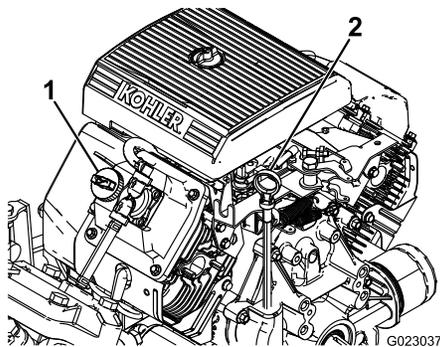

图42
2. 取出量油尺用干净的抹布擦拭 图42。将量油尺插入量油尺管道中并确保它完全插入。取出量油尺并检查油位。
3. 如果机油油位较低请从气门室盖 图42 上拆下加油颈盖从开口处注入机油直至油位达到量油尺上的“已满”标记。在此过程中应缓慢添加机油并不时检查油位。切勿过量添加。
8. 慢慢从加油颈 图42 注入规定油量的大约 80%。